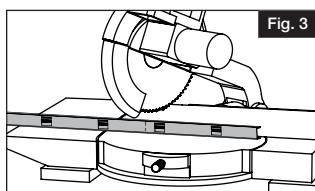

Fig. 3
- Aligner la main courante et le couvre-joint de main courante sur la lisse, et faire des marques avant de couper les pièces à la longueur désirée. Puis, couper toutes les pièces à la même longueur au moyen d'une scie à métal avec lame au carbure à dents fines (Fig. 3).